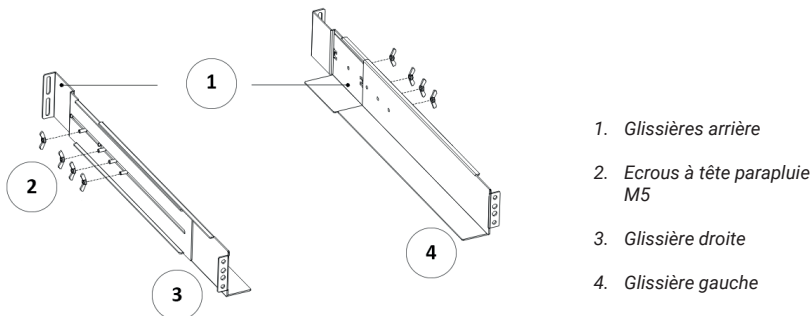

Figure 3 Protection de glissières
1. Installez les glissières gauche et droite sur la glissière arrière, comme l'indique la Figure 3. Ne serrez pas les vis. Ajustez la taille des glissières à la profondeur de l'armoire.
3. Vissez quatre écrous à tête parapluie M5 sur le côté de la glissière (voir Fig. 3).